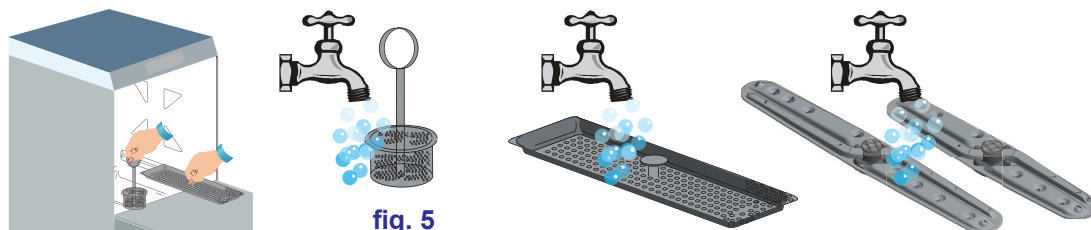

fig. 5
- Extraiga el filtro de la bomba y límpieli con un cepillo bajo un chorro de agua (ver fig. 5).
- Extraiga los rociadores giratorios aflojando los tornillos de fijación y limpie cuidadosamente los orificios de aspersión de lavado y aclarado con agua corriente (ver fig. 5).